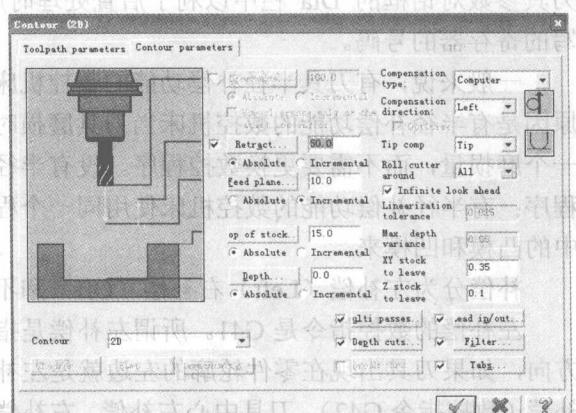

图 1-10 2D 外形加工参数卡
(4) 单击外形加工刀路对话框中 Contour parameters (外形铣削参数) 选项卡，如图 1-10 所示设置参数。